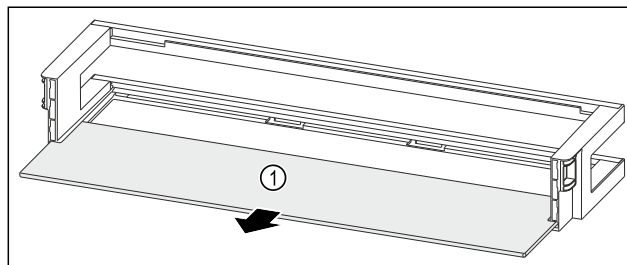

Fig. 268 Polica u vratima s policom za odlaganje
- ▶ Izvadite policu Fig. 268 (1).